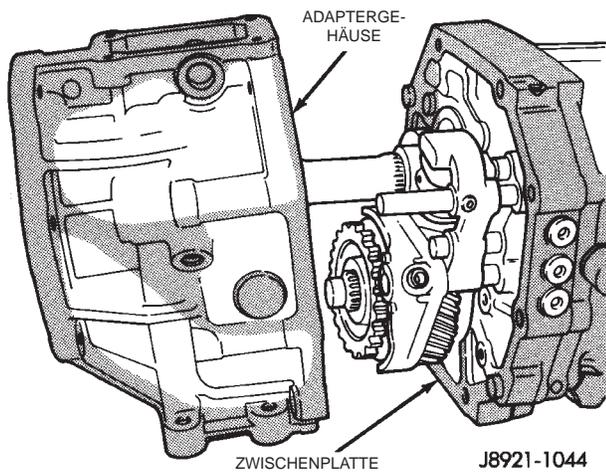

Abb. 27 Adaptergehäuse bzw. Gehäusefortsatz ausbauen
- (17) Adaptergehäuse bzw. Gehäusefortsatz ausbauen (Abb. 27).